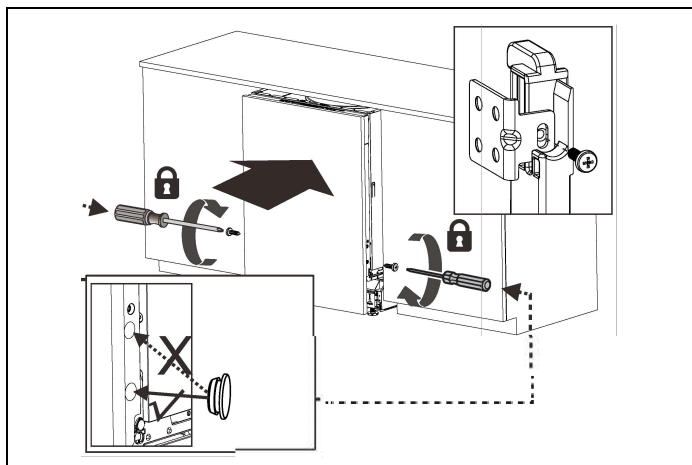

Fig. 18
- 3) Après avoir positionné le panneau en place, fixez la porte personnalisée à la porte extérieure du lave-vaisselle avec les deux vis fournies dans les deux trous d'installation inférieurs (Fig. 18).